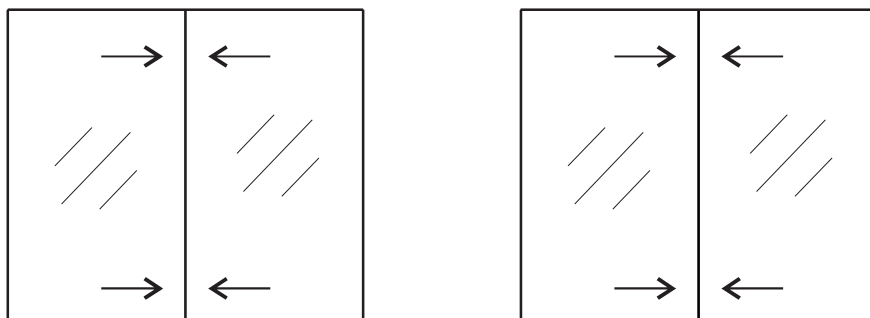
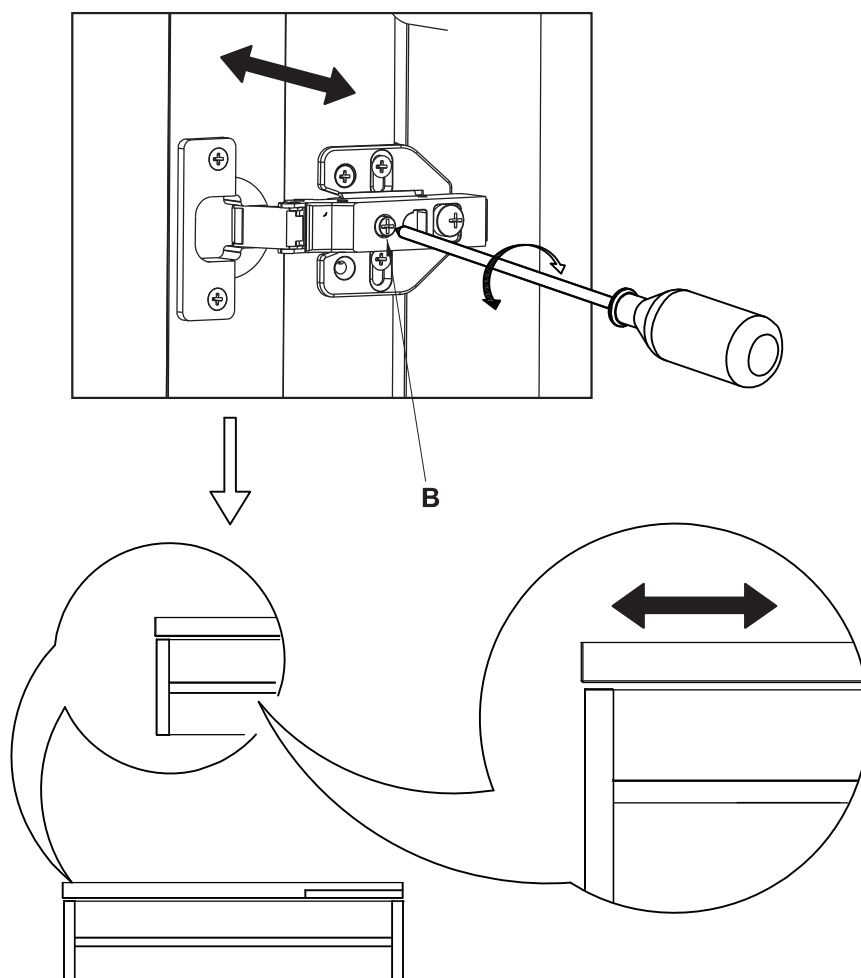

Fig. 6
Fig. 7
3.1 Montera spegelskåpet och kontrollera att spegeldörren är i våg; om inte (som visas i Fig. 6), justera dörröppningens avstånd genom att justera gångjärnsskruven (B) och håll båda dörrarna i våg (Fig. 7).